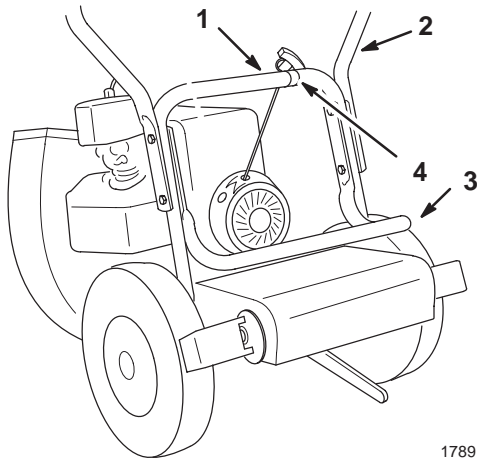

Figure 2
1. Fixez la partie supérieure à la partie inférieure du guidon avec quatre vis et contre-écrous (Fig. 2).
2. Fixez le support du sac à l'intérieur de la partie inférieure du guidon lors du montage de ce dernier (Fig. 2).